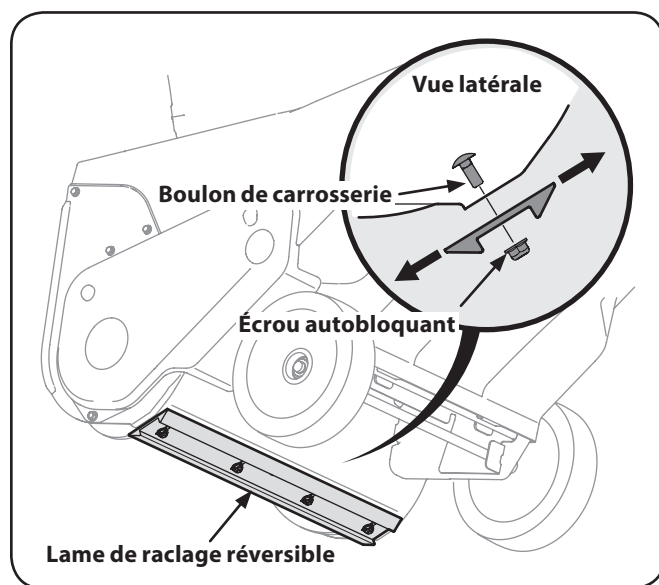

Figure 6-1
3. Desserrez les quatre écrous autobloquants à bride et les boulons de carrosserie qui retiennent la lame de raclage au boîtier. Voir Figure 6-1. Placez la lame de raclage à la position désirée; remplacez les écrous et les boulons et serrez-les bien.